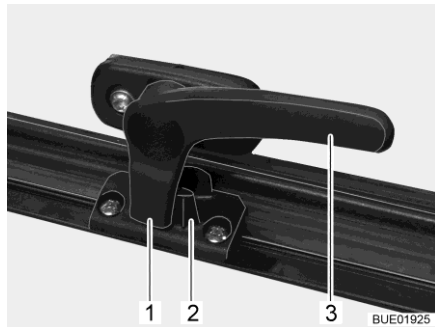

Fig. 14 Levier de verrouillage en position "Fermé"
- Tourner le levier de verrouillage (Fig. 14,3) d'un quart de tour vers le centre de la fenêtre.
- Tourner le levier de verrouillage (Fig. 14,3) d'un quart de tour vers le cadre de la fenêtre. Le tenon de verrouillage (Fig. 14,1) se trouve sur le côté intérieur du verrouillage de fenêtre (Fig. 14,2).
- En position "Fermé" (Fig. 14).